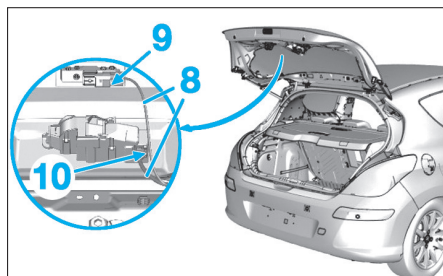

Fig. 172
- Débrancher les connecteurs (9) et (10) (Fig.172).
- Dégager le faisceau électrique (8).